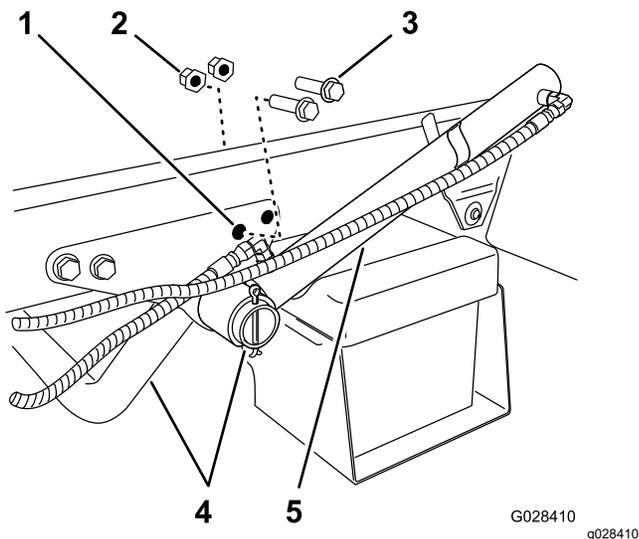

Figure 6
- Retirez les 2 boulons à embase arrière et les 2 écrous à embase qui fixent le support du tube du moteur au cadre de la machine (Figure 6).
- Tournez le vérin de levage pour obtenir l'espace nécessaire au montage de la patte de maintien du patin de la cuve (Figure 6).